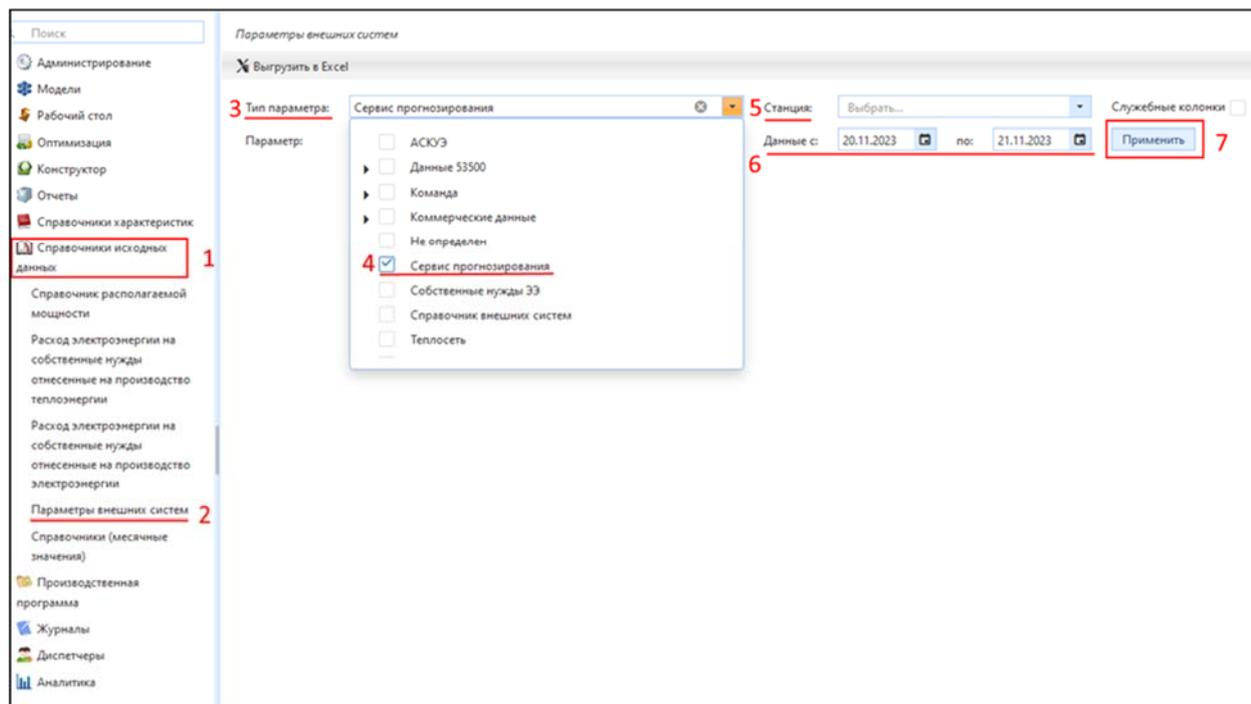

Рисунок 3.4.21 – Интерфейс подраздела «Параметры внешних систем»
Для просмотра прогнозируемых параметров необходимо (рис. 3.4.21): перейти в модуль «Справочники исходных данных» (1) в подраздел «Параметры внешних систем» (2) и выбрать для строки «Тип параметра» (3) из выпадающего списка «Сервис прогнозирования» (4), посредством нажатия ЛКМ на чек бокс соответствующей надписи, для его активации. Также необходимо выбрать станцию (5) из выпадающего списка, диапазон дат (6) для отображения и нажать ЛКМ кнопку «Применить» (7).